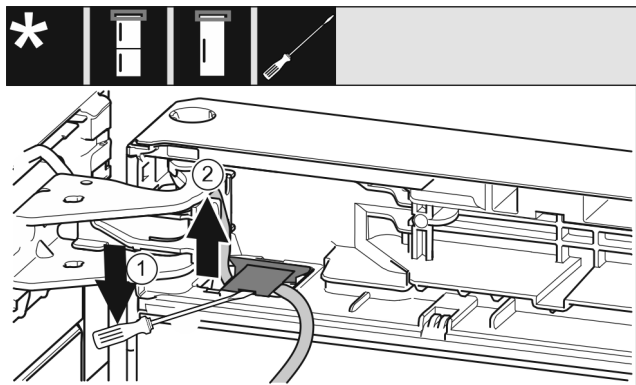

Fig. 21
- ▶ Με το ίδιο κατσαβίδι ανασηκώστε το κάλυμμα και τραβήξτε το έξω. Fig. 21 (1)
- ▶ Τραβήξτε έξω το καλώδιο. Fig. 21 (2)